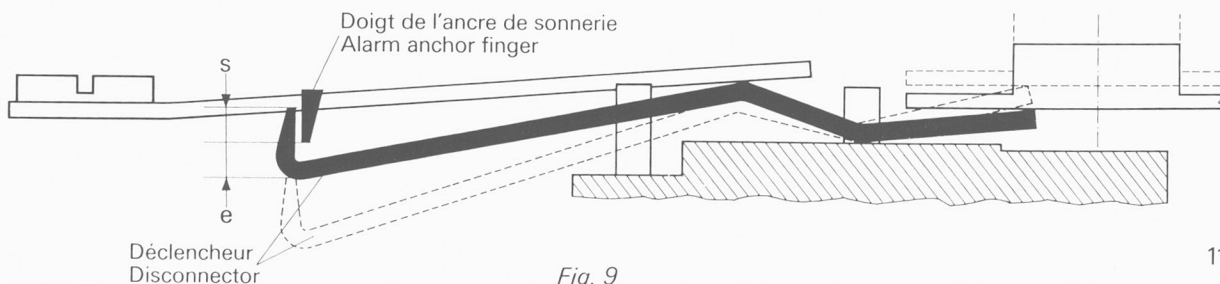

Fig. 9
**Contrôle de la fonction de déclencheur:** après montage du mécanisme de sonnerie (selon fig. 3), mettre la tige de remontoir sonnerie en position de mise à l'heure et tourner jusqu'au déclenchement de la sonnerie. Le bec du déclencheur doit libérer franchement le doigt de l'ancre de sonnerie avec sécurité (s fig. 9). Au blocage, il s'engage au minimum à la moitié de la hauteur du doigt de l'ancre de sonnerie (e fig. 9).
**Checking the operation of the disconnecter:** after assembling the alarm mechanism as on fig. 3, pull the alarm winding stem in setting position and turn until alarm is released. The nose of the disconnecter must release the alarm anchor finger sharply (safety way s fig. 9). In the locking position it must penetrate to at least half the height of the alarm anchor finger (e fig. 9).